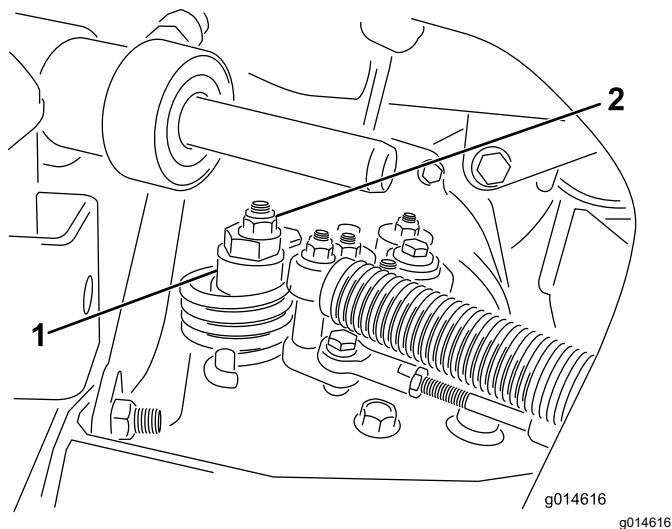

Figura 42
- A. Allentate il dado che fissa l'eccentrico alla parte superiore dell'igrostatato (Figura 42).
- C. Fate girare l'eccentrico finché non riscontrate movimenti in alcuna direzione. Quando la ruota cessa di girare, serrate il dado di bloccaggio dell'eccentrico per mantenere la messa a punto (Figura 42). Verificate la regolazione portando l'acceleratore in posizione di MINIMA e MASSIMA.